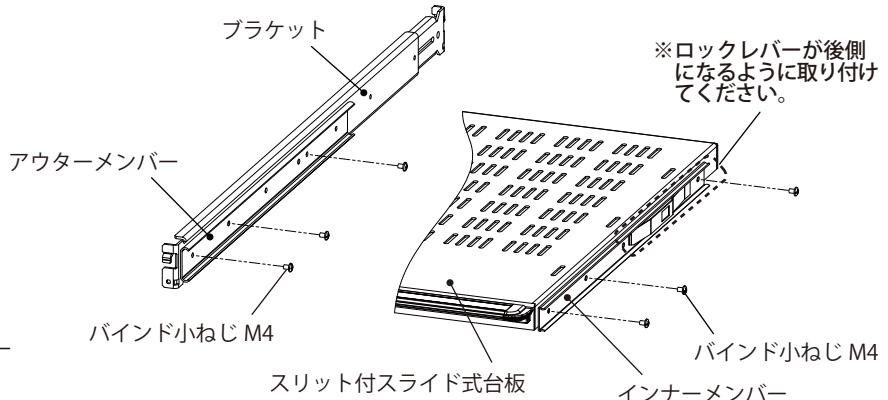

図 5
- ②ブラケットにアウターメンバー、スリット付スライド式台板にはインナーメンバーを各々付属のバインド小ねじ M4 で固定してください。※図は右側を示します。(図 5)